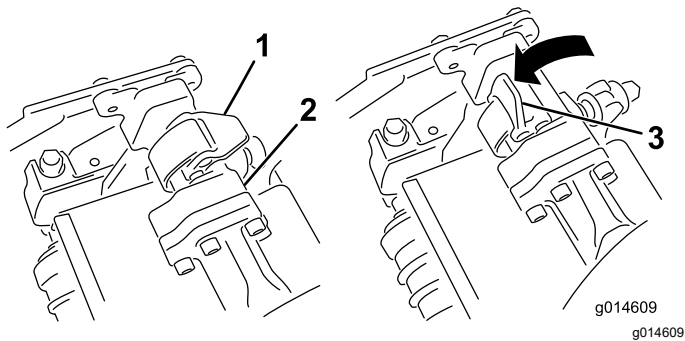

Bild 54
4. Die Riegel an der Aufhängearmstange müssen nach oben zeigen (d. h. offen) (Bild 54); drücken Sie den Aufhängearm dann so nach unten, dass die Stange über die Stange an der Oberseite der Schneideinheit passt (Bild 55).
- Drücken Sie die Riegel nach unten um die Mähwerkstange herum und arretieren sie (Bild 54).
5. Öffnen Sie die Riegel an der Aufhängearmstange des Mähwerks, das Sie entfernen möchten (Bild 54).